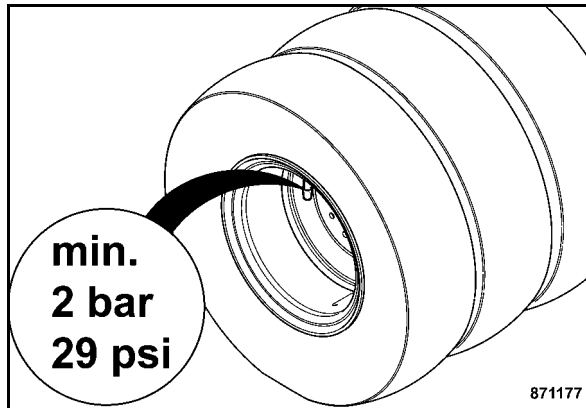

Fig. 212
- Controllare la pressione delle ruote di gomma sulla valvola (1) (Fig. 212).